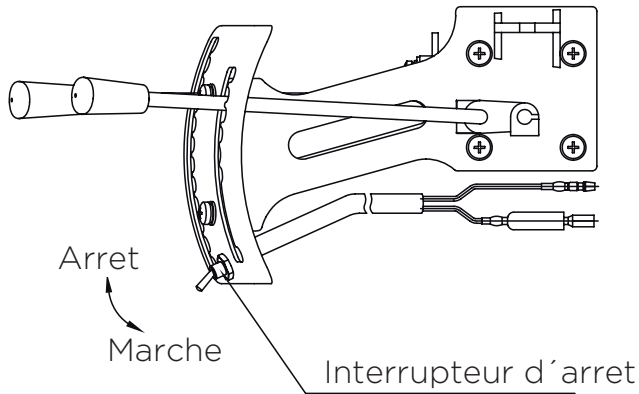

Figure 5
a) Pour l'opération de pulvérisation, fermer d'abord le robinet d'écoulement du produit chimique puis arrêter le moteur; voir figure 5